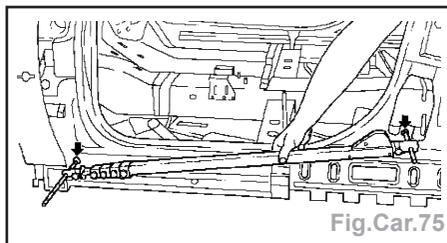

Fig.Car.75
- Ajuster et mesurer le montant B intérieur (Fig.Car.75) :
- Ajuster et effectuer les mesures du montant B intérieur (Fig.Car.75 à 80).